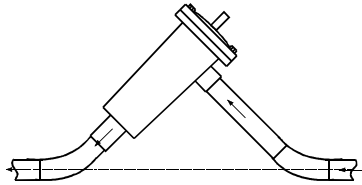

Fig. 2
- De behuizing dient te worden gemonteerd zoals in Fig. 2, 3 of 4 is aangegeven. Hierdoor wordt een olieterugvoer naar de compressor, en een eenvoudige uitwisseling van de kern verzekerd.
- Корпус фильтра должен быть установлен как показано на рис.2, 3, 4 чтобы обеспечить возврат масла в компрессор и для удобства замены сердечников.